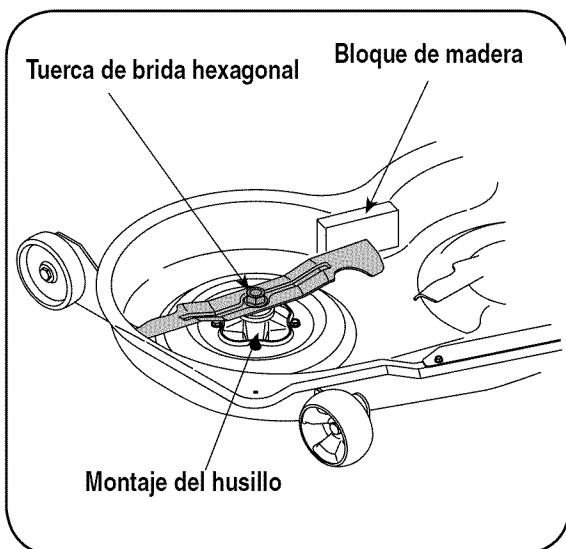

Figura 24
- Se puede colocar un bloque de madera entre el alojamiento de la plataforma y el filo de la cuchilla para ayudar a aflojar la tuerca hexagonal que sujeta la cuchilla. Vea la Figura 24.